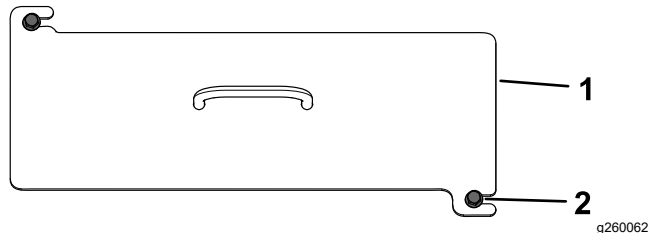

Figura 45
2. Afloje los 2 pernos que sujetan la cubierta delantera a la máquina (Figura 45).